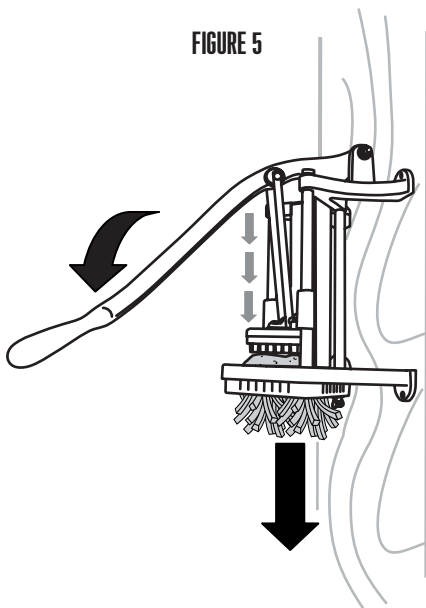

FIGURE 5
3. Continuer d'abaisser la manivelle pour forcer la pomme de terre à travers la grille (**FIGURE 5**).